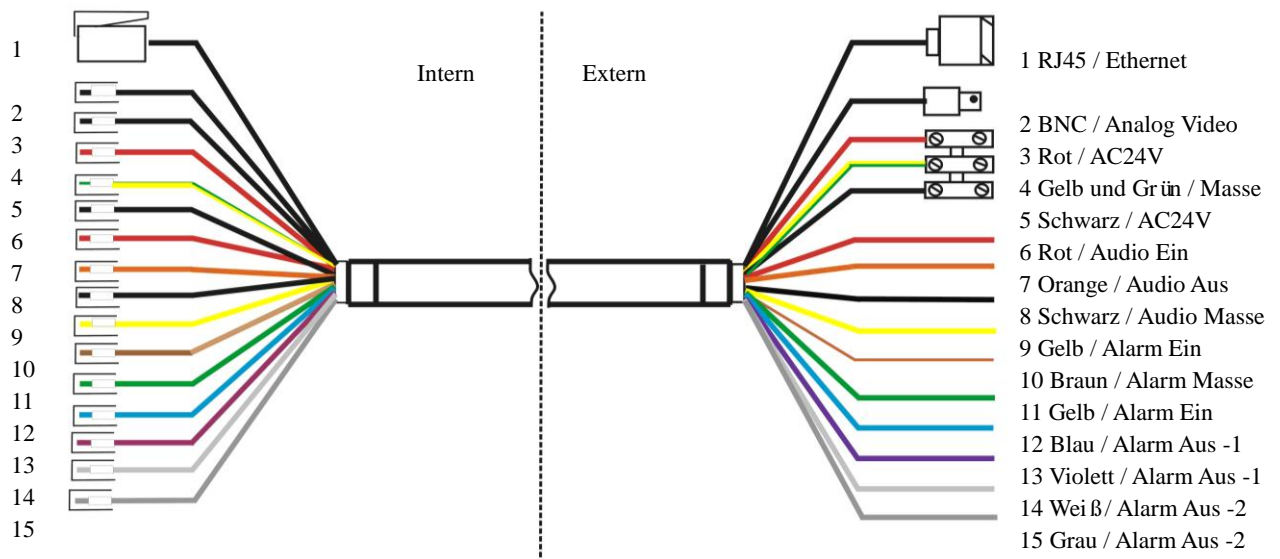

Abbildung 1.2.27 Kabelstrang Network Speed Dome-Kamera
- Schließen Sie die externen Audio- und Alarmp Kabel an den Audio- und Alarmgeräten an (siehe Abbildung 1.2.27).